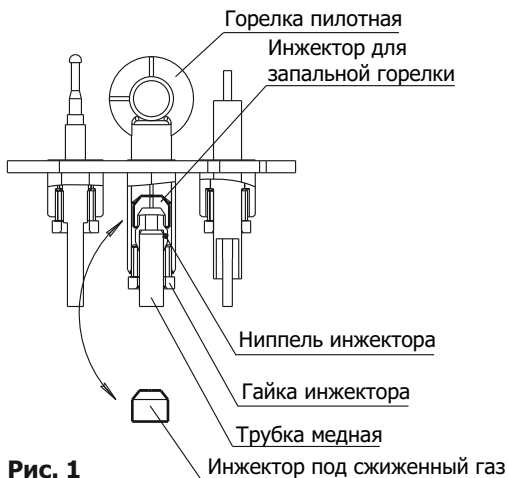

Рис. 1
**1.** Открутить с фланца пилотной горелки гайку и ниппель инжектора с трубкой медной и снять инжектор для запальной горелки (рис.1). Взамен его установить в пилотную горелку инжектор под сжиженный газ из комплекта по переналадки. Закрепить трубку медную на фланце горелки ниппелем инжектора с помощью гайки инжектора. Убедиться в надежной фиксации.